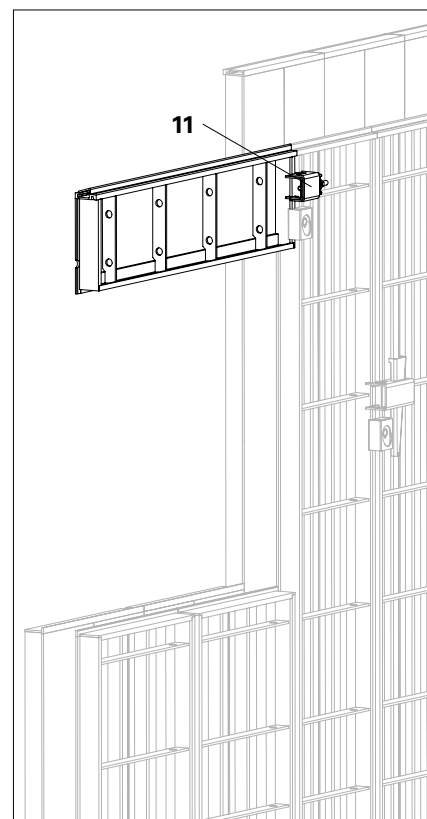

Fig. B4.03
3. Fissare l'architrave interna al giunto a vite UNO Plus (11). (Fig. B4.03)